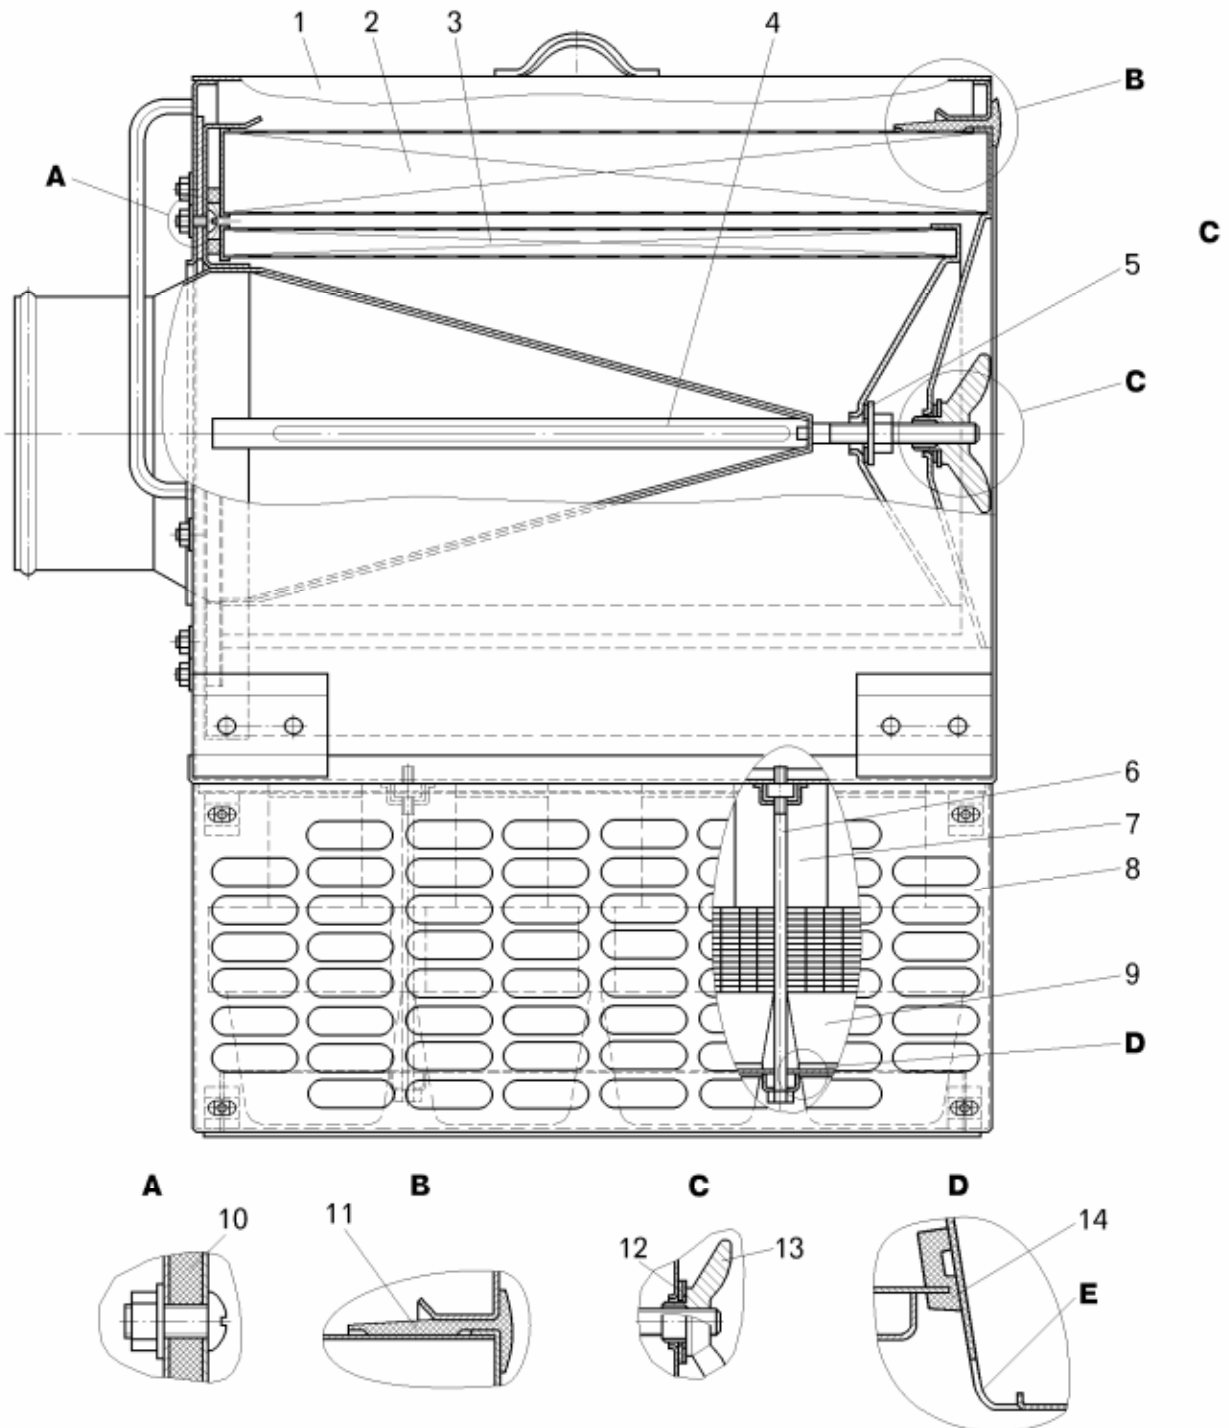

Рисунок 5.7 – Воздушный фильтр:
- отвернуть барашковую гайку 13 (рисунок 5.7) крепления фильтрующего элемента (при отворачивании гайки элемент будет постепенно выходить из корпуса воздушного фильтра);